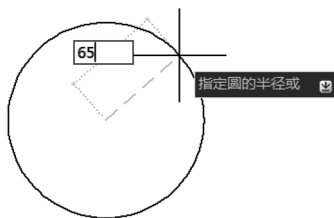
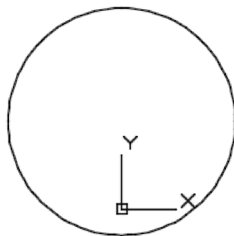

图 1-13 输入圆半径
图 1-14 完成绘制一个圆
3) 在工具提示中输入圆半径为“65”, 如图 1-13 所示, 然后按〈Enter〉键。完成该圆的创建, 如图 1-14 所示 (特意设置在原点显示 UCS 图标)。